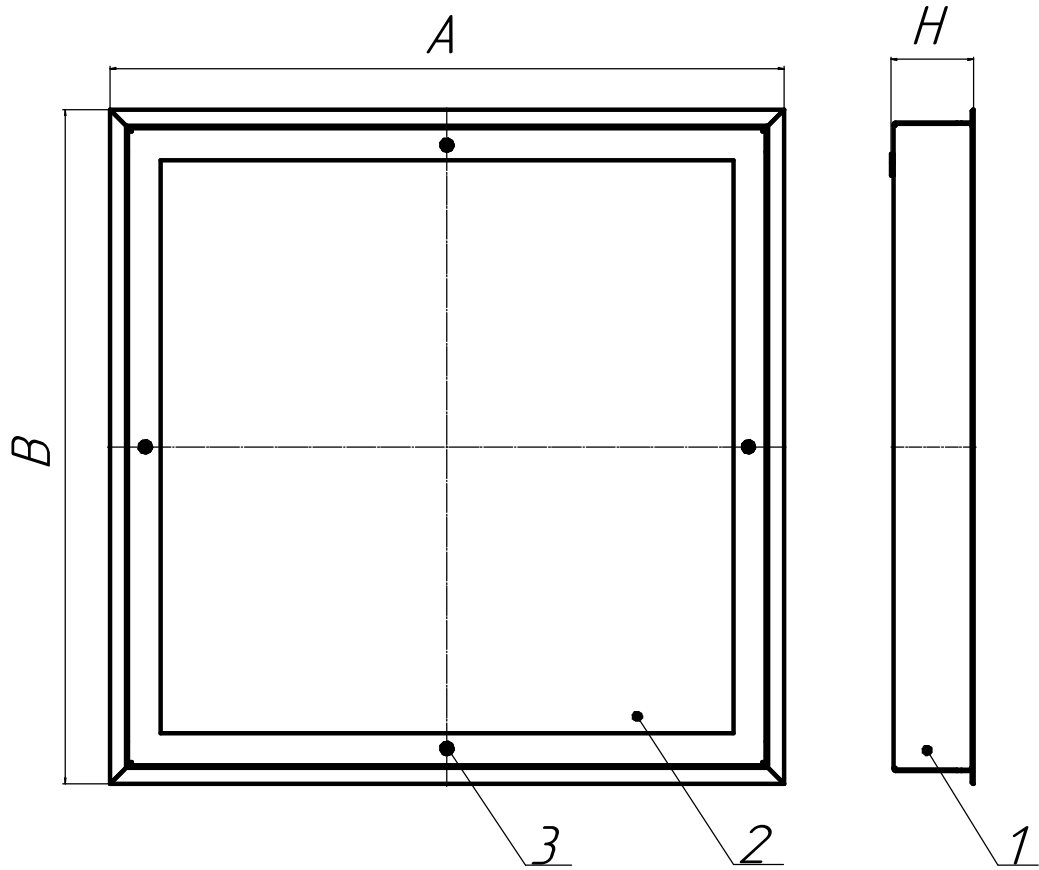

Рисунок 1 - Общий вид светильников
5.3 Снимите обечайку в сборе (поз.2) рисунок 1, предварительно открутив 4 винта (поз.3).
5.10 Установите обечайку в сборе (поз.2) рисунок 1, на корпус в сборе (поз.1), предварительно закрутив 4 винта (поз.3) при помощи отвертки.